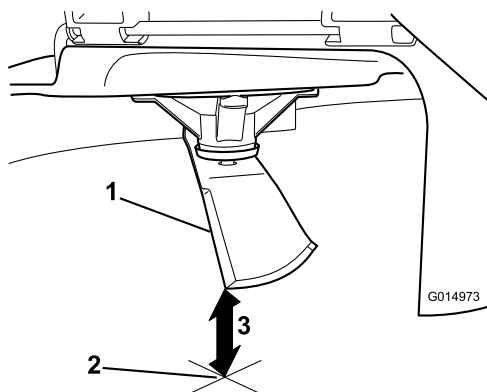

Figura 76
5. Mida desde la punta de la cuchilla hasta la superficie plana (Figura 76).